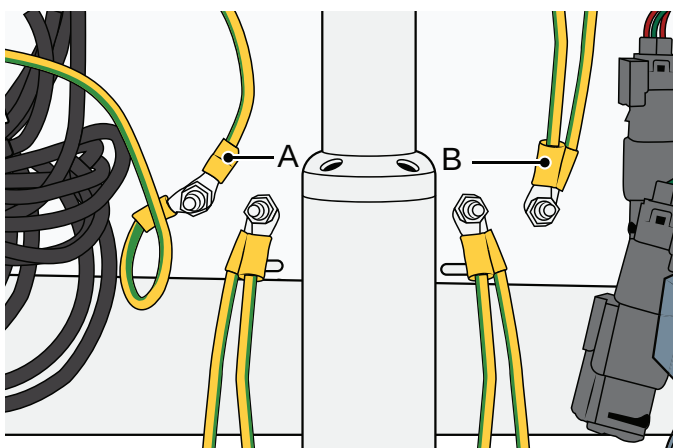

Figure 74
11. Fixez le câble de terre du capteur inférieur (A) et le câble de terre du tuyau de remplissage (B). Voir Figure 74.